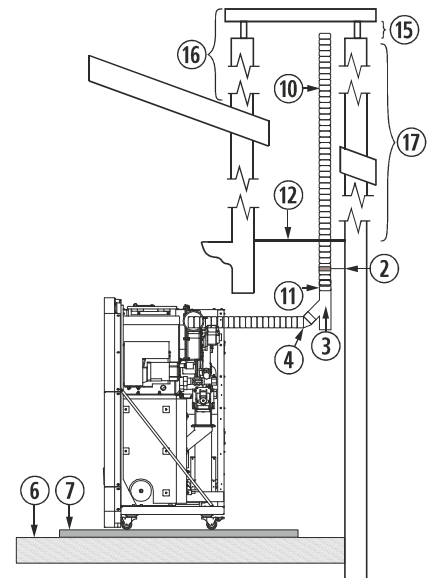

Figura 8
4.26. L'installazione di una stufa ad incasso in un caminetto può essere realizzata in completa totalità in un tubo flessibile, così come è indicato nella figura 8. Dobbiamo prestare speciale attenzione al momento di realizzare l'isolamento tra il caminetto e il tubo di fuoriuscita di gas per evitare possibili arretramenti di gas in caso di tormenta.
②	Collare di fissaggio in acciaio inox.
③	Giunto a "T" a 135° con filtro.
④	Curva a 45°.
⑥	Pavimento in legno.
⑦	Protezione non infiammabile.
⑩	Tubo in acciaio inossidabile flessibile.
⑪	Manicotto d'unione tra flessibile e rigido.
⑫	Isolante anti -arretramento.
⑮	Minimo 200mm.
⑯	Deve superare di 1 metro il tetto.